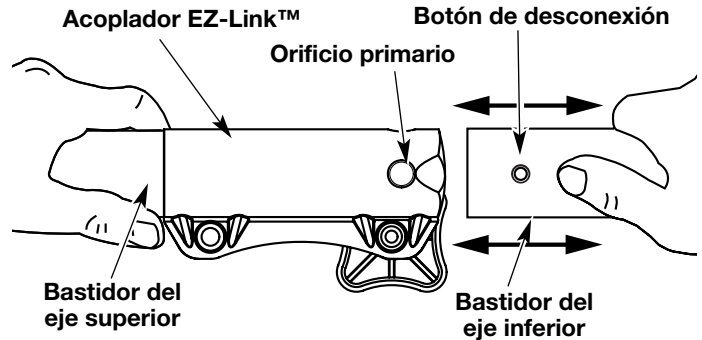

Fig. 25
2. Mientras sostiene el accesorio con firmeza, empújelo en línea recta en el acoplador EZ-Link™ (Fig. 25).